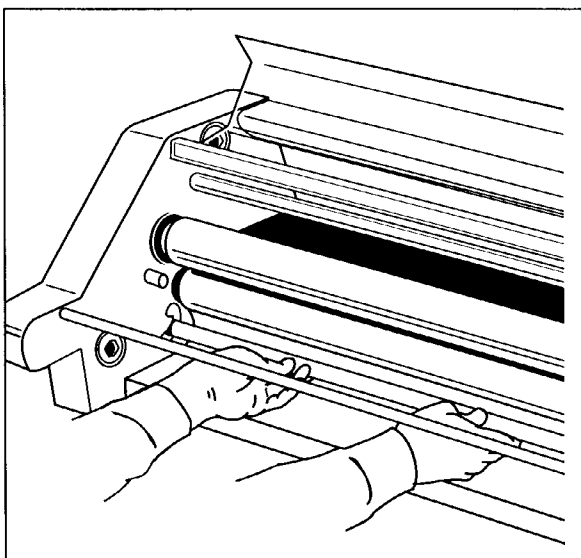

Fig. 11
9. Lower the bottom idle bar, (Figure 11).
| <p>4. Führen Sie die Folie nicht in den Laminator ein, wenn noch verflüssigter oder fest haftender Klebstoff vorhanden ist. Dieser lagert sich auf den Heizwalzen ab, falls die folgende Anleitung nicht beachtet wird. Halten Sie das obere und untere Folienende fest. Lassen Sie die Schutzabdeckung herunter und betätigen Sie die SLOW-Taste bis Geschwindigkeit "3" oder weniger auf dem Display erscheint. Betätigen Sie die REVERSE-Taste  und führen die Folienenden an der Vorderseite des Laminators heraus. Vergewissern Sie sich, daß kein Klebstoff mit den Heizwalzen in Kontakt kommt.</p> <p>5. Betätigen Sie die STOP- Taste, nachdem die Folie aus dem Laminator gelaufen ist.</p> <p>6. Ziehen Sie die Sicherheitsabdeckung ganz nach oben und entfernen Sie den Anlagetisch.</p> <p>7. Die Laminationfolie hat eine matte und eine glänzende Seite. Die matte Seite ist die klebende Seite und es muß darauf geachtet, daß diese Seite nicht mit den Heizschuhen in Berührung kommt.</p> <p>8. Schieben Sie die Folienachse nach rechts, bis die linke Seite der Achse die sechseckige Brems-Nabe passiert hat. Lösen Sie den linken Feststempel auf der Folienachse. Ziehen Sie die Achse aus der alten Folien-Röhre und ersetzen diese durch eine neue Folienrolle. Schieben Sie den linken Kern-Adapter in die Folienrolle und justieren diese mit dem Feststempel.</p> <p>9. Lassen Sie die untere Folienrolle nieder (Abb. 11).</p> | <p>4. Laat de resterende film niet door de laminator gaan als er zichtbaar vloeibare of kleverige kleefstof aanwezig is. Vloeibare of kleverige kleefstof zet zich af op de warmterollers als de volgende procedure niet in acht wordt genomen. Pak de baan vast, (bovenste en onderste film), en installeer de invoertafel onder de baan. Breng de beschermkap omlaag en druk op de SLOW-knop zodanig dat deze snelheid 3 of lager aangeeft. Druk op de knop REVERSE  en leid de baan aan de voorzijde uit de laminator. Zorg ervoor dat er geen zichtbare kleefstof in contact komt met de warmterollers en dat de film volledig uit de laminator komt.</p> <p>5. Druk op de STOP-knop  zodra de vellen door het apparaat zijn gegaan.</p> <p>6. Til de beschermkap op totdat deze volledig rechtop staat en verwijder de invoertafel.</p> <p>7. Verwijder de onderste filmrol door de koker naar rechts te schuiven totdat deze vrijkomt van de zeskantige remnaaf. Draai de borgschroef van de linker steunkraag van de filmtoevoerrol los en schuif de kraag eraf. Trek de koker gedeeltelijk uit de filmbuis en duw hem daarna weer naar binnen om de linker kernadapter eruit te tikken. Trek de koker er geheel uit en draai de buis 180 graden. Gebruik de koker om de andere kernadapter eruit te tikken.</p> <p>8. Schuif één kernadapter aan de rechterkant in de nieuwe filmrol en vergewis u ervan dat de film afrolt van onderaf. Schuif de filmkoker vanaf rechts in de kernadapter en de buis. Plaats de andere kernadapter op de koker, zodanig dat deze vanaf links naar buiten steekt en vervang daarna de steunkraag. Draai de borgschroef vast.</p> <p>9. Laat de onderste vrijlooprol zakken (zie afb. 11).</p> | <p>4. Ne laissez pas la surface de film restante passer dans la plastifieuse si la colle est fluide ou liquide. Celle-ci risque de se déposer sur les rouleaux chauffants et cette procédure serait alors impossible à accomplir. Tirez le lé de film (film supérieur et inférieur) et installez la table d'alimentation sous le lé de film. Abaissez le capot de protection et appuyez sur la touche SLOW "Lent" pour passer en vitesse 3 ou inférieure. Appuyez sur la touche REVERSE "Marche arrière"  et guidez le lé de film devant la plastifieuse. Assurez-vous qu'il n'y a pas de résidu de colle sur les rouleaux chauffants et que le film est complètement sorti de la plastifieuse.</p> <p>5. Appuyez sur la touche STOP  après que les feuilles soient passées dans la plastifieuse.</p> <p>6. Relevez le capot de protection et retirez la table d'alimentation.</p> <p>7. Retirez la bobine de film inférieure en faisant glisser l'axe vers la droite pour le libérer du moyeu de frein. Desserrez la vis de gauche maintenant le collier de fixation sur l'axe, faites glisser le collier pour le dégager. Sortez partiellement l'axe de chargement de bobine de film, puis repoussez-le pour dégager l'adaptateur de mandrin gauche. Tirez complètement l'axe et faites tourner le tube de 180 degrés. Utilisez l'axe pour dégager l'adaptateur de mandrin restant.</p> <p>8. Insérez un des adaptateurs de mandrin dans le côté droit d'une nouvelle bobine de film en vous assurant que le film se déroule correctement (du bas). Glissez, par la droite, l'axe de chargement de bobine dans l'adaptateur de mandrin et le tube. Positionnez l'autre adaptateur de mandrin sur l'axe en le dégageant par la gauche puis remplacez le collier de fixation. Resserrez la vis.</p> <p>9. Abaissez la barre de transfert inférieure (figure 11).</p> | <p>4. No permita que la película restante pase a través del laminador si hay algún adhesivo pegajoso o en estado líquido. El adhesivo pegajoso o en estado líquido se acumulará en los rodillos térmicos si no se sigue el siguiente procedimiento. Agarre la cinta (parte superior e inferior de la película), e instale la plataforma de alimentación debajo de la cinta. Baje el escudo de seguridad y oprima el botón SLOW (despacio) hasta pasar a la velocidad 3 o menos. Oprima el botón REVERSE  (invertir) y oriente la cinta hacia afuera de la parte frontal del laminador. Asegúrese de que el adhesivo expuesto que pueda haber no entre en contacto con los rodillos térmicos y que la película salga por completo del laminador.</p> <p>5. Oprima STOP (parar)  después de que las hojas hayan pasado a través del laminador.</p> <p>6. Alce el escudo de seguridad hasta colocarlo en posición vertical y quita la plataforma de alimentación.</p> <p>7. Quite el rollo inferior de película deslizando el eje hacia la derecha para sacarlo del eje de la campana de freno con forma hexagonal. Afloje el tornillo de fijación a la izquierda, sosteniendo el collar del eje del suministro de película, y deslice el collar para sacarlo. Jale el eje para sacarlo parcialmente del tubo de película, y después reinsértelo para hacer salir el adaptador de núcleo de la izquierda. Jale el eje hasta sacarlo completamente y gire el tubo 180 grados. Use el eje para quitar el otro adaptador de núcleo.</p> <p>8. Deslice uno de los adaptadores de núcleo hacia el lado derecho del nuevo rollo de película, asegurándose de que la película se desenrolle adecuadamente (desde la parte inferior). Deslice el eje de la película hacia el adaptador de núcleo y tubo desde el lado derecho. Coloque el otro adaptador de núcleo en el eje que sobresale desde el lado izquierdo, y después coloque nuevamente el collar de retención. Apriete el tornillo de fijación.</p> <p>9. Baje la barra intermedia inferior (Figura 11).</p> |